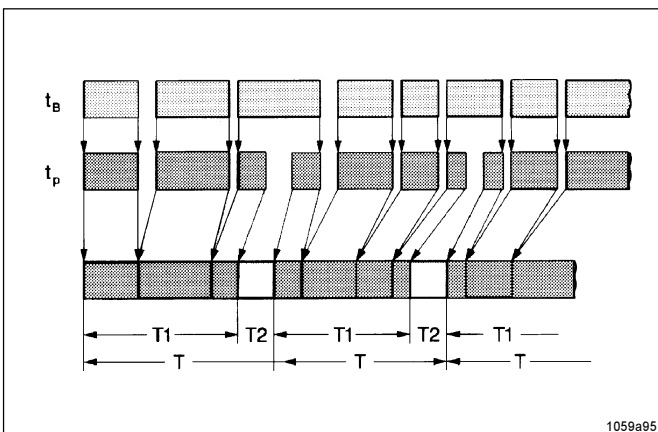
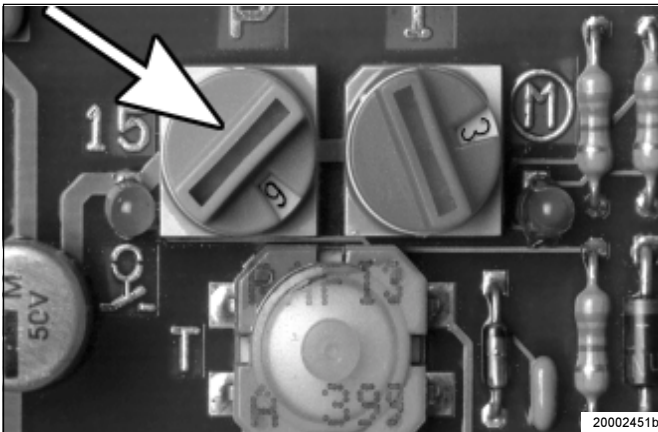

Abb. 6: - Zeitablaufdiagramm
Abb. 8: - Drehschalter, Pausenzeit
- Die Steuerplatine steuert automatisch den Ablauf von Pausen- und Arbeitszeit der Zentralschmierpumpe 203, in Abhängigkeit der Maschinen - bzw. Fahrzeug - Betriebsstunden tB (Abb. 6).
- Ein Schmierzyklus besteht aus einer Pausen- und einer Arbeitszeit. Nach Ablauf der Pausenzeit beginnt die Arbeitszeit. Der Schmierzyklus wiederholt sich ständig, wenn die Maschine oder das Fahrzeug in Betrieb genommen worden ist, siehe Abb. 6.
- beim Ausschalten des Fahrtschalters gespeichert und aufaddiert (siehe T 1, Abb. 6). Dies geschieht solange, bis die, an dem blauen Drehschalter, siehe Abb. 8 eingestellte Zeit, erreicht ist.